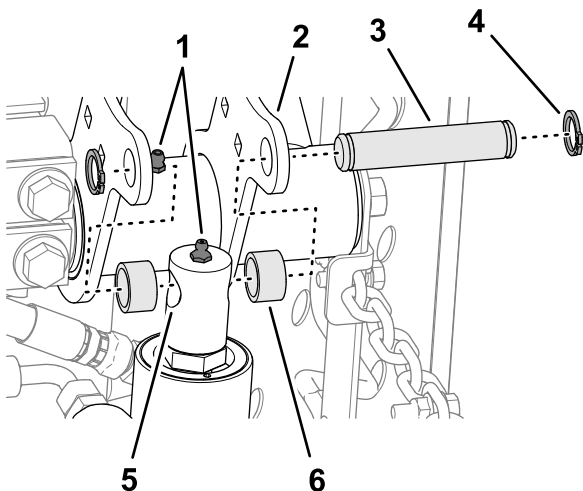

Figura 15
4. Mueva lentamente la varilla del cilindro de elevación hasta que quede alineada con los taladros en las bridas del brazo de elevación derecho (Figura 15).
5. Monte la varilla en las bridas con el pasador de montaje, 2 espaciadores y 2 anillas a presión (Figura 15).
6. Aplique grasa de litio n.º 2 a los engrasadores del brazo de elevación y el cilindro hidráulico (Figura 15).
1. Alinee los taladros de las placas del bastidor de tiro trasero con los taladros de las placas de montaje de la unidad de corte (**Figura 15**).